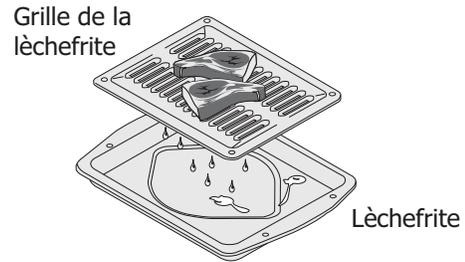

Figure 5 : Accessoires de grill
- Utilisez toujours la lèchefrite et sa grille lorsque vous effectuez une cuisson au grill. Elles permettent à la graisse de s'écouler à l'écart de la chaleur intense de l'élément du grill (voir Figure 5).